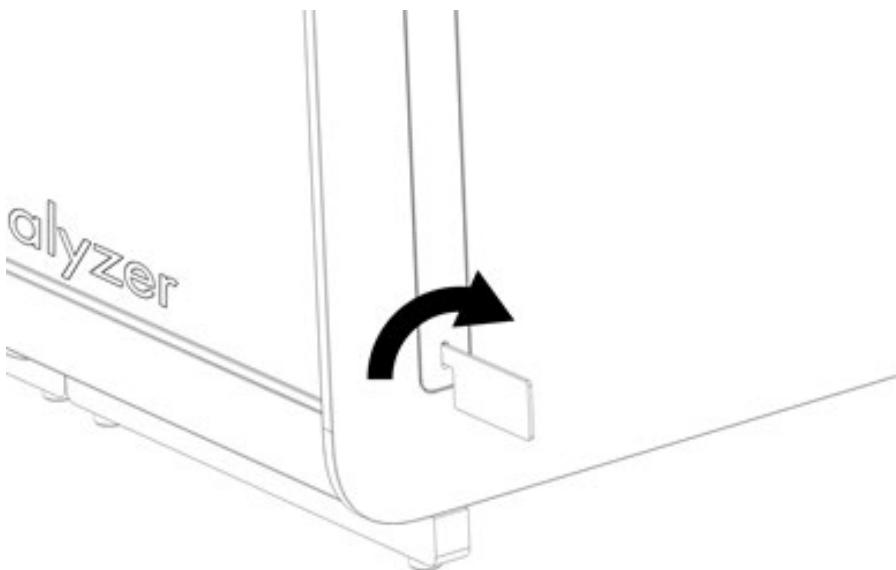

Figure 15. Retrait des couvercles de protection.
3. Retirez les couvercles de protection du côté du module analytique à l'aide de l'outil de retrait du couvercle de protection fourni avec le QlAstat-Dx Analyzer 2.0 (figure 15).